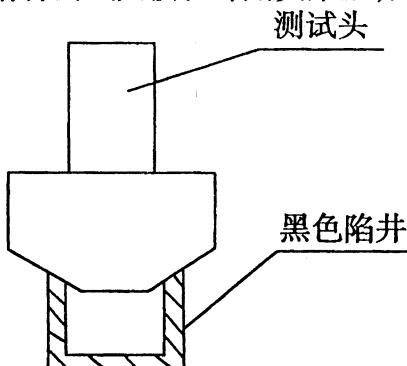

图 8
12. 若使用者希望本仪器作台式用, 请将测试头按在专用支架上, 图 8。
主波长  $\lambda_d$ :有图 8 的色品图上,将  $D_{\infty}$  光源点 O 与所测得的物体的  $x \cdot y$  点(如 M)连结并延长。与光谱轨迹的交点(如 N)所处的波长(如 540 nm)则称该物体的主波长。